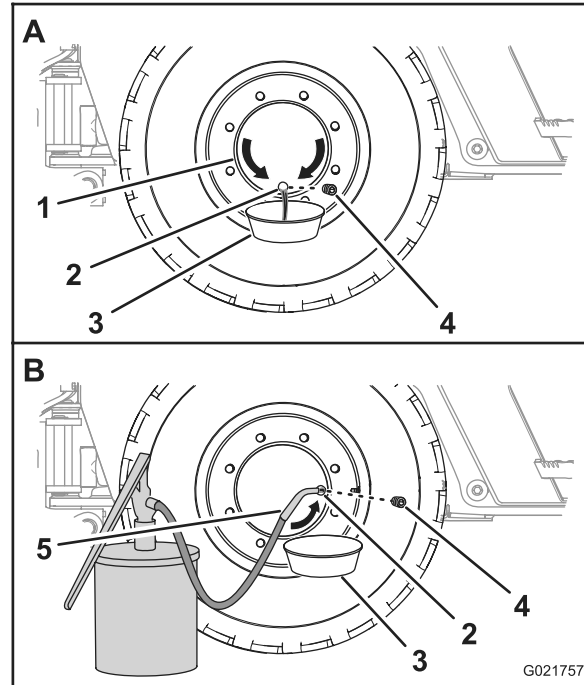

Figure 63
1. Faites avancer ou reculer la machine jusqu'à ce que le bouchon du moyeu de roue soit à la position 6 heures (Figure 63).
2. Placez un bac de vidange sous l'orifice d'huile du moyeu de roue (Figure 63).
3. Retirez le bouchon et vidangez l'huile du train planétaire (Figure 63).
5. Faites avancer ou reculer la machine jusqu'à ce que le bouchon du moyeu de roue soit à la position 3 heures ou 9 heures (Figure 63).